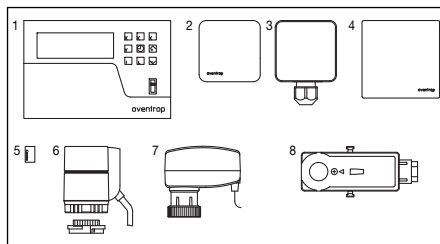

Fig. 5.2 Set di regolazione della temperatura di mandata (opzionale)
Il posizionamento del relativo piattello valvola sulla valvola a tre vie è comandato dal servomotore elettrotermico 24 V (0-10V) contenuto nel set di regolazione della temperatura di mandata (Codice 115 20 20 Fig. 5.2) per il riscaldamento e il raffreddamento, in funzione delle condizioni meteorologiche (si veda anche il paragrafo 8 Accessori). Il servomotore riceve i segnali da una centralina climatica riscaldamento/raffreddamento. Per evitare una posizione di montaggio verticale verso il basso, il servomotore viene montato sulla valvola a tre vie tramite un adattatore angolare.
Eseguire l'installazione dei componenti contenuti nel set di regolazione della temperatura di mandata (vedi Fig. 5.2 e paragrafo 8 accessori) secondo le rispettive istruzioni di montaggio.
- Set di regolazione della temperatura di mandata 115 20 20 (vedi Fig. 5.2).